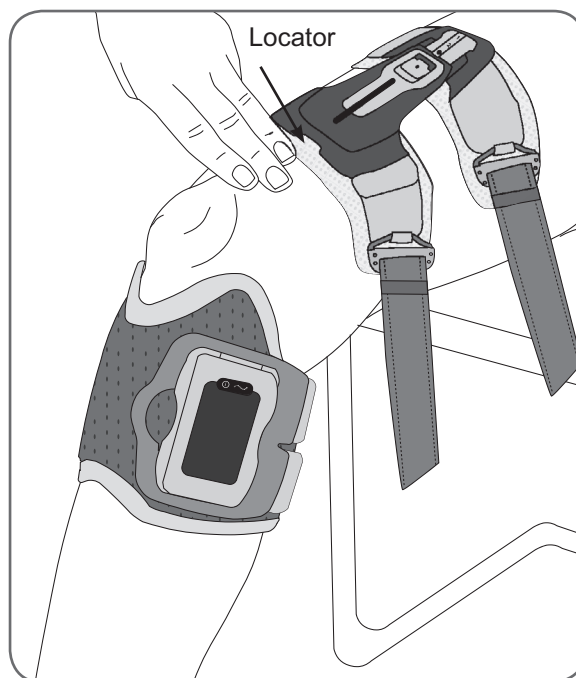

Abbildung 7-5: Korrekt auf dem Quadrizeps platzierter Locator der Oberschenkel-FS-Manschette
3. Platzieren Sie den Locator der Oberschenkel-FS-Manschette auf der Mittellinie des Oberschenkels, etwas drei Fingerbreiten oberhalb des Knies (siehe Abbildung 7-5).